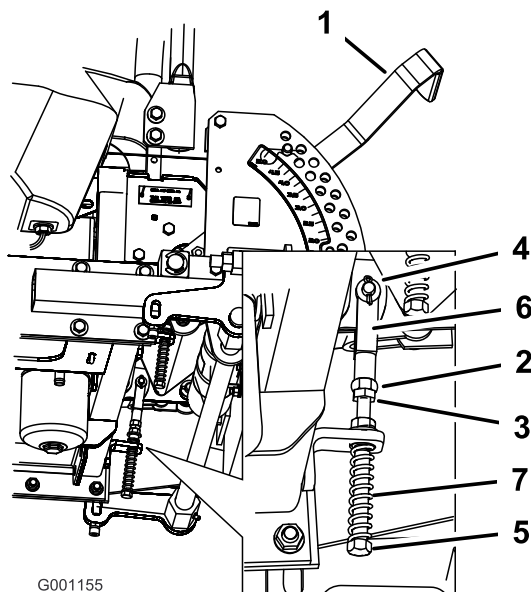

Figure 73
8. Si un réglage s'impose, desserrez l'écrou et l'écrou de blocage vissés contre la chape (Figure 73).
9. Appliquez une légère pression à l'arrière du levier, et tournez la tête du boulon de réglage dans le sens voulu pour centrer le levier à la position de verrouillage du point mort (Figure 73).
10. Serrez l'écrou et l'écrou de blocage (Figure 73).